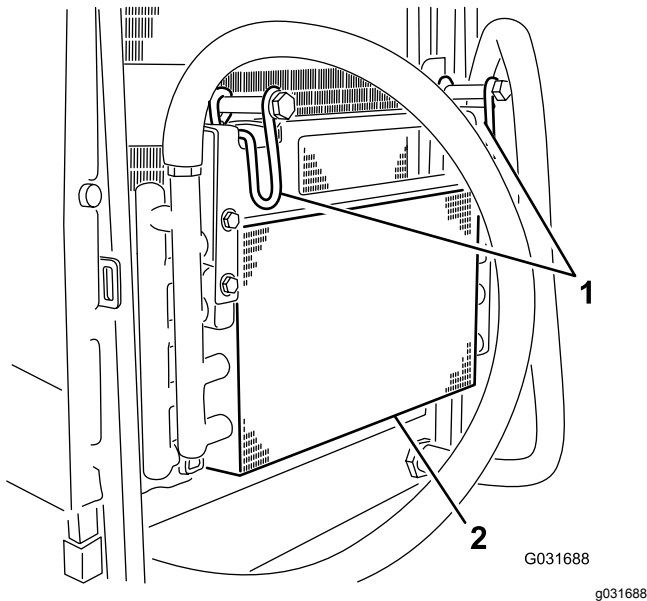

図 51
5. オイルクーラのラッチを内側に倒してオイルクーラを外す(図 51)。